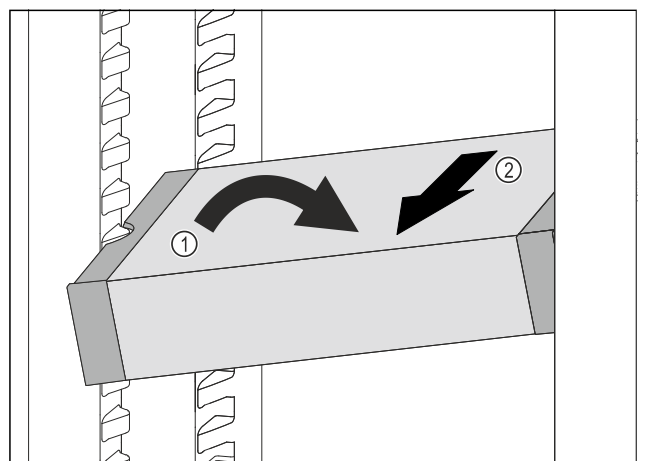

Fig. 146
- Impostare il vano frigorifero di VarioSafe ad angolo. Fig. 146 (1)
- Rimuovere VarioSafe tirando in avanti. Fig. 146 (2)